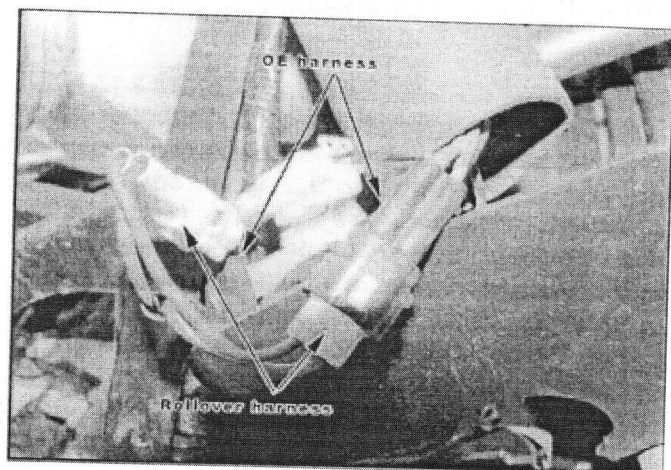

Рис.7
- Отключите заводской разъем и подключите к ним разъемы комплекта. Черный заводской с белым комплекта. Второй черный разъем с белым. См. рисунок 7.